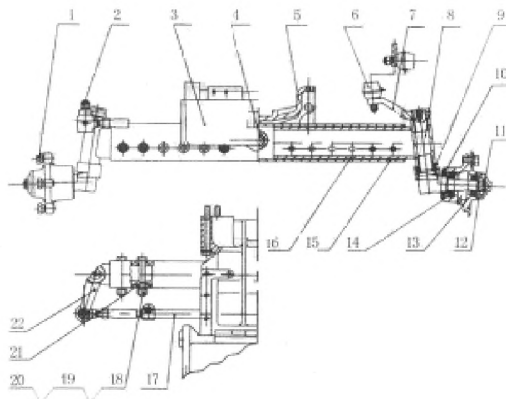

Рисунок 4-19. Телескопическая передняя ось.
В передней оси применяется телескопическая установка. Для регулировки ширины колес ослабьте болт (18) (смотрите рисунок 4-19). Передвиньте левую и правую вспомогательные трубки и отрегулируйте поперечную ролевую тягу до требуемого положения, затем затяните болт и гайку. Диапазон регулировки составляет (970-1270) мм. Каждый шаг составляет 100 мм.